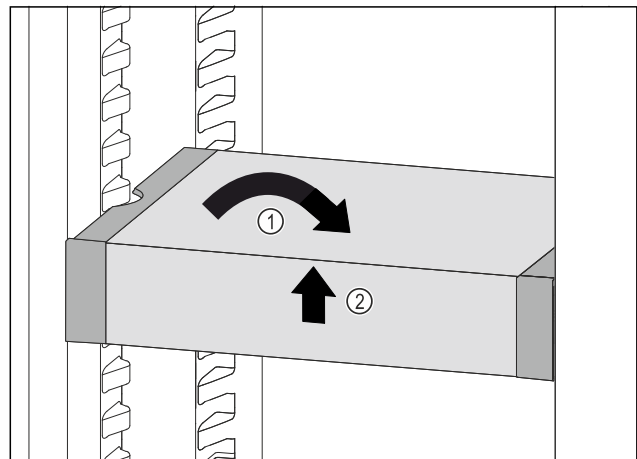

Fig. 115
- ▶ VarioSafe gerade stellen. Fig. 115 (1)
- ▶ VarioSafe vorne anheben. Fig. 115 (2)